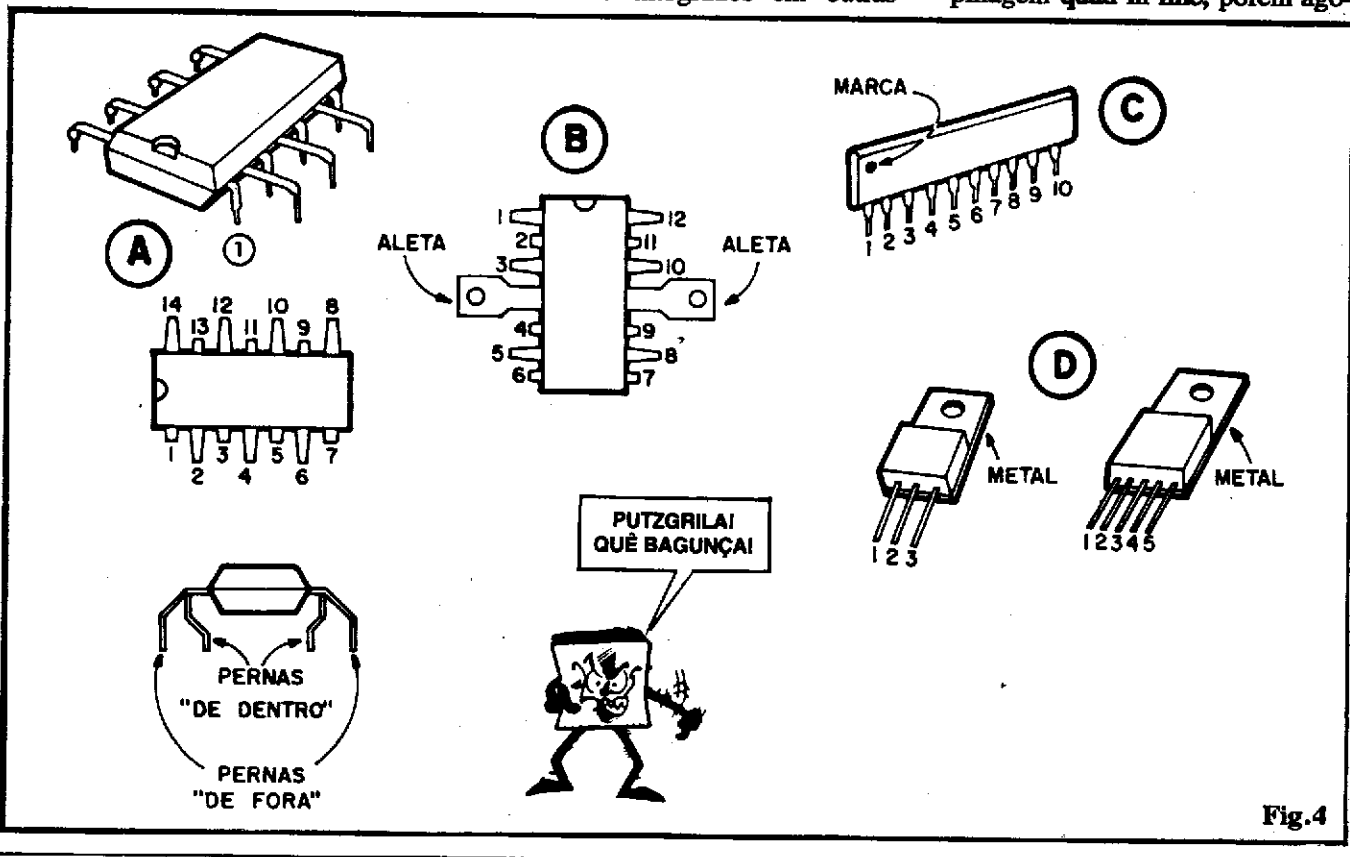

Fig.4
- FIG. 4 - Outros encapsulamentos e/ou disposição de "pernas"... - Dependendo de conveniências específicas quanto à própria "leiautagem" dos Circuitos Impressos, eventualmente os fabricantes são "forçados" a distribuir as "pernas" dos Integrados em outras
posições ou alinhamentos, que não as adotadas no DIL convencional! Nos seus vários itens, a fig. 4 mostra alguma das disposições mais comuns (entre as "incomuns"...), e que "saem" fora do arranjo DIL... Vejamos:
- FIG. 4-A - Nessa disposição, meio "maluca" à primeira vista, as pernas são dispostas em linha quádrupla, por isso chamada de QIL, ou **quad in line**. Notem que, alternadamente, os pinos são "sobrados" mais perto ou mais longo do "corpo" do componente. A figura mostra (já que a disposição é razoavelmente complexa...) a "coisa" sob três ângulos diferentes: a aparência geral da peça, em perspectiva, o Integrado visto por cima e, finalmente, em corte transversal, para que fique bem claro ao Leitor/"Aluno" o arranjo real. Observem, contudo, que tanto a adoção da marca, como o posicionamento do pino 1 e a numeração geral em sentido anti-horário, permanecem idênticas às do DIL convencional...
- FIG. 4-B - Outro "modelo" com pinagem **quad in line**, porém ago-
ra dotado de aletas laterais, metálicas, destinadas à fixação de dissipadores de calor... Observem, inicialmente, que tanto no modelo mostrado em 4-A, quanto em 4-B, a principal razão da linha quádrupla de pinos é permitir um maior afastamento da respectivas "ilhas" de conexão no Circuito Impresso, de modo que trilhas ou pistas mais largas possam ser a tais "ilhas" acopladas. Conforme já sabe o Leitor/"Aluno", a espessura das trilhas do Circuito Impresso deve ser diretamente proporcional às Correntes que por elas circularão... Os "modelos" de Integrados mostrados nas citadas figuras referem-se, normalmente, a componentes de boa Potência (amplificadores de áudio, quase sempre...) e que assim, devido às Correntes mais "consideráveis" a manejar, exigem trilhas mais grossas, consequentemente "ilhas" mais afastadas e... "pernas" mais "abertas"... Quando, porém, as condições normais de trabalho do Integrado incluem o manejo de Correntes realmente "bravas", essas providências não são suficientes, já que devem ser adotados métodos efetivos para "escoar" ou dissipar o calor gerado no componente (pela alta dissipação de Potência...). Essa dissipação tem que ser feita por radiadores metálicos externos. As aletas vistas na fig. 4-B, com furos, servem justamente para a conexão mecânica e térmica dos radiadores, via porcas/parafusos, etc. Algumas observações importantes a respeito das aletas de acoplamento aos dissipadores externos:
- Notem a diferença na "alternância" das "pernas abertas ou fechadas", nos modelos com pinagem QIL simples (fig. 4-A) e com aletas (fig. 4-B). Enquanto no primeiro "modelo", pinos **opostos** costumam estar em diferentes afastamentos com relação ao corpo da peça, no segundo os pinos opostos guardam o **mesmo** afastamento relativo ao corpo (laterais) do Integrado... Parece uma informaçozinha "boba", mas é muito importante para a perfeita disposição das respectivas "ilhas" e furos num eventual Circuito Impresso!
FIG. 4-C - Tem também os Integrados com pinagem em **linha simples** (SIL, ou **single in line**), que apresentam o "jeitão" mostrado na figura... Nesse caso, com apenas uma "fileira" de "pernas", a contagem fica obviamente mais simples e direta, existindo sempre uma pequena marca - simbolizando o "ponto de partida" para a devida numeração dos pinos... Alguns Integrados pré-amplificadores, e mesmo alguns amplificadores de certa potência, para áudio, apresentam a configuração mostrada. Uma variante do modelo ilustrado apresenta uma grande lapela metálica, disposta ao longo de toda a peça, sobresaindo da sua borda superior, de modo a permitir a fixação (existem, na tal lapela, furos específicos para isso...) de dissipadores metálicos (radiadores de alumínio, etc.). Também nesse último caso, é frequente que tal lapela metálica seja eletricamente ligada, "por dentro" da peça, ao pino corres-
FIG. 4-D - Todos os "modelos" de Integrados até agora mostrados eram distintamente "diferentes", em forma e aparência, dos convencionais transistores "discretos" já estudados e vistos no ABC... Tem, porém, algumas "famílias" de Integrados, de alta Potência, cujas "embalagens" são extremamente parecidas com os encapsulamentos de Transistores (... de Potência)! Nos dois casos/exemplos ilustrados, o "corpo" do Integrado é absolutamente idêntico ao de um transistor da série "TIP" (ou mesmo a um SCR ou TRIAC de Potência...). Notem - inclusive - que num dos exemplos, as três únicas "pernas" do componente induzem a uma semelhança **absoluta** com um transistor de Potência! Essa configuração é costumeiramente adotada para Integrados com função específica de **Reguladores de Voltagem** (veremos suas aplicações em futuras "Aulas"...). Existe ainda a variante (também mostrada na figura) com 5 pinos (mas mantendo o "corpo" muito semelhante a um transistor grande...). Em qualquer dos casos, o importante é **não confundir as "coisas"** (NÃO se trata de um transistor, mas sim de um Circuito Integrado, com "entranhas" bastante complexas e funções muito específicas...). Os pinos devem ser "conetados" ou numerados olhando-se a peça com as "pernas" para baixo, pelo lado **não metalizado**, da esquerda para a direita, conforme bem ilustra a figura... De novo, a lapela metálica costumeiramente faz contato elétrico direto e interno com o pino correspondente ao **negativo** ou "terra". Considerem essa condição quando da anexação de radiadores metálicos externos que **não devem** (e isso vale para todos os modelos de Integrados já mostrados, que tenham excrescências metálicas externas...) jamais tocar em pontos outros do circuito de utilização, sob pena de promover "curtos" perigosos e